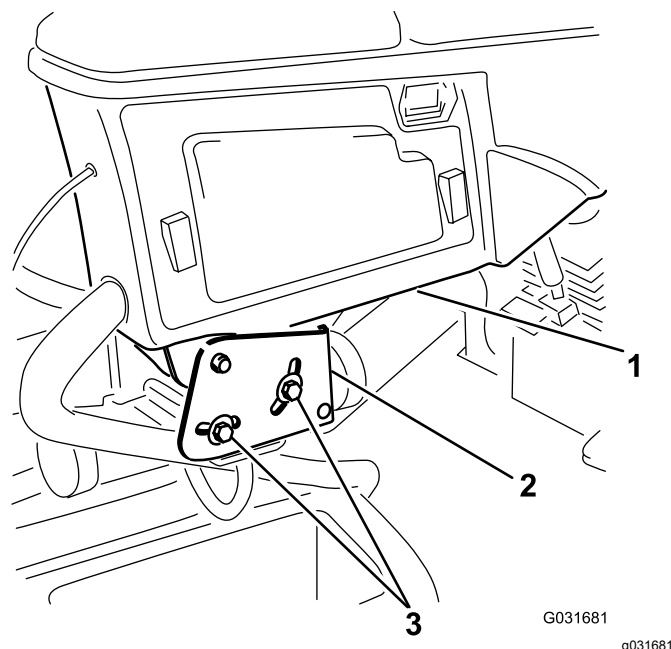

Figura 4
- Allentate i due bulloni che fissano il braccio di comando alla staffa di bloccaggio (Figura 4).